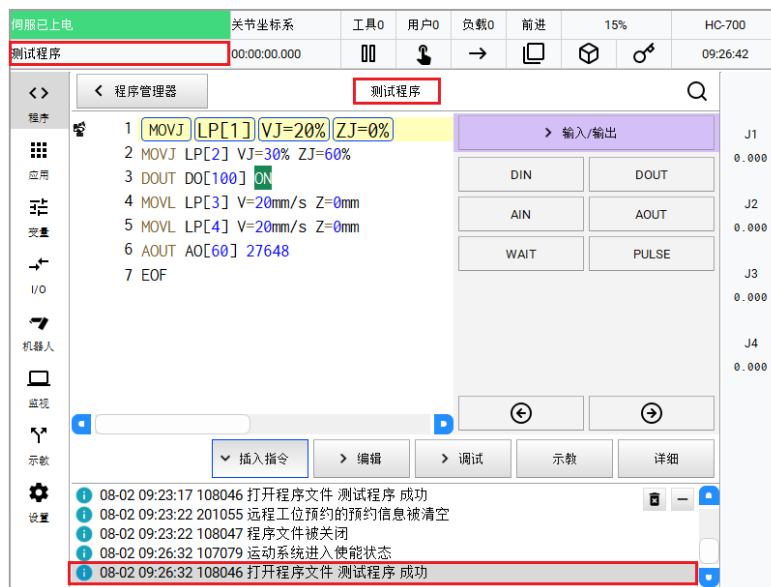

图8-2 程序试运行图-2
2. 点击子菜单中【打开】键，打开该程序，进入程序编辑界面。如图8-2所示。